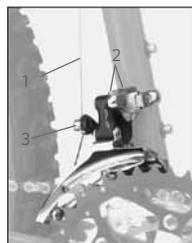

FIGURE 22:
2. Desserrez le boulon de serrage du câble (Figure 22) jusqu'à ce que le câble soit détendu.